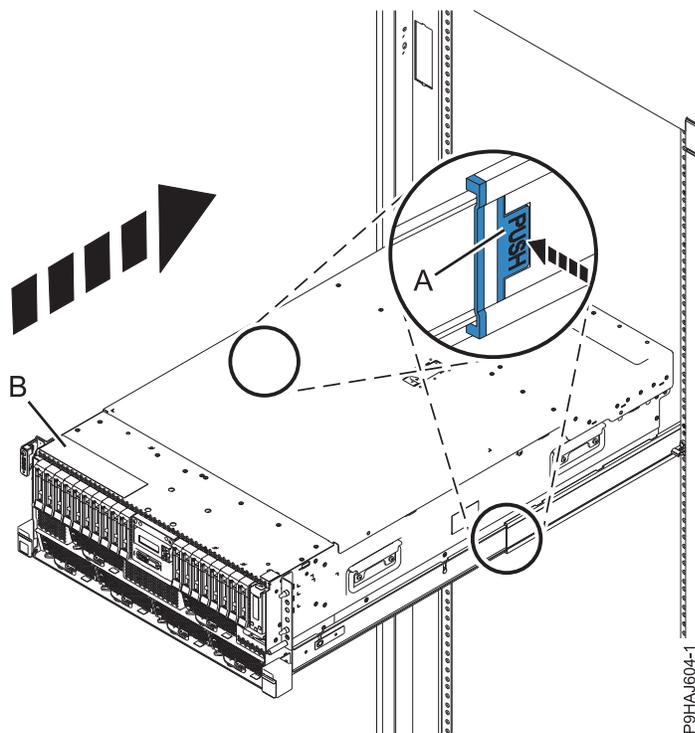

Figura 68. Colocando o Sistema na Posição de Operação
2. Para um sistema montado em rack, desbloqueie as travas de segurança do trilho azuis (A), como mostrado na Figura 68 na página 90, empurrando-as para dentro. Assegure-se de que os suportes para organização de cabos possam se mover livremente. Assegure-se de que os cabos na parte traseira do sistema não se prendam ou enrosquem quando você empurrar a unidade de sistema para a posição de operação.